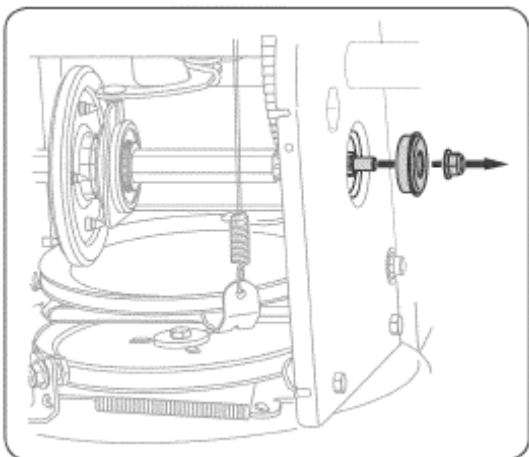

Рисунок 30
6. Осторожно снимите шестигранную гайку и прокладку, которые крепят вал к раме снегоуборочной машины. Слегка передвиньте конец вала, чтобы вынуть подшипник из рамы (смотри рисунок 30).